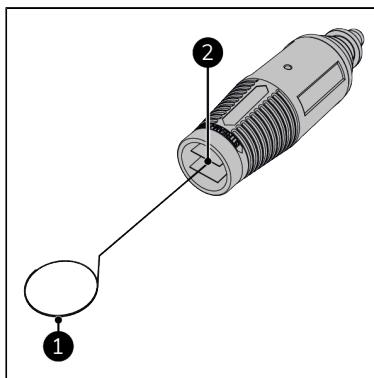

Figure 83.
3. Retirez le nettoyeur de sol (Figure 83, pos. 2) de la rallonge de la lance (Figure 67, pos. 2).
4. Nettoyez la buse à l'aide de la tige de nettoyage (Figure 83, pos. 1).